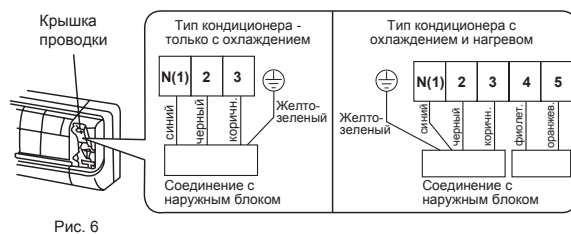

Рис. 6
2. Снимите крышку проводки, Рис. 6.